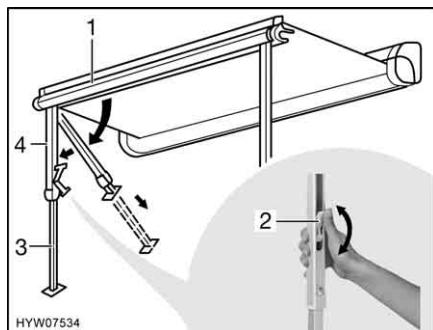

Fig. 13 Installazione dei montanti di supporto
- Rimuovere i montanti di supporto (Fig. 13,4) dal listello anteriore (Fig. 13,1) esercitando una leggera pressione verso l'esterno, quindi ribaltarli e collorci.
- Estrarre la parte inferiore dei montanti di supporto (Fig. 13,3) fino alla lunghezza desiderata.
- Chiudere il bloccaggio presente sui montanti di supporto. A tale scopo, spingere la leva di serraggio (Fig. 13,2) verso l'alto.